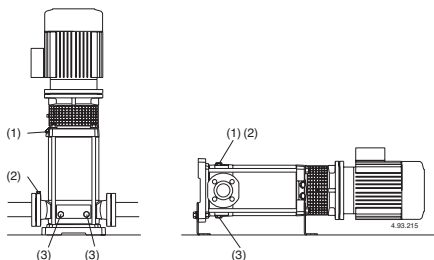

Fig. 4 (1) Remplissage et évent
Avec la **pompe au dessus du niveau de l'eau** (fonctionnement en aspiration, **fig. 3A**) ou avec un niveau d'eau en charge non suffisant (inférieur à 1 m) pour ouvrir le clapet de non-retour, remplir le tuyau d'aspiration et la pompe à travers du trou approprié (1) (**fig. 4**).
(2) Event aspiration
(3) Vidange
Avec le niveau d'eau côté aspiration sur la pompe (fonctionnement en charge, fig. 3B), remplir la pompe en ouvrant lentement et complètement la vanne sur le tuyau d'arrivée, en tenant ouverte la vanne de refoulement et les bouchons (1), (2) (fig. 4) pour purger l'air.
Serrer les bouchons d'évent (1), (2) (fig. 4), pour MXV-B, MXV(L) 25-32-40 et MXV(L)4 25-32-40 serrer la vis-éponge (14.17) dans le bouchon de vidange (14.12) (fig. 4b) et fermer l'évent (14.04).
Si l'on constate une perte d'amorçage (interruption du flux au refoulement, bien que les vannes soient ouvertes) ou si l'on note une oscillation de la pression indiquée par le manomètre, repurger le tuyau d'aspiration (2), vérifier que tous les joints du tuyau d'aspiration soient parfaitement étanches et fermer les bouchons de purge (2) et les bouchons de vidange (3) sur l'aspiration (fig. 4).
Si possible comme dans le cas d'utilisations temporaires avec des liquides sales, faire fonctionner la pompe avec de l'eau propre pour éliminer les dépôts. Préférer le rinçage immédiat de la pompe avec de l'eau propre (environ 40 litres), remplir par le bouchon (1) sur le refoulement et vidanger par le bouchon (3) sur l'aspiration (fig 4.).
Avant le démontage, débrancher la pompe de toutes sources d'alimentation électrique, fermer les vannes d'aspiration et tuyaux de refoulement et vider le corps de pompe (Fig. 4).